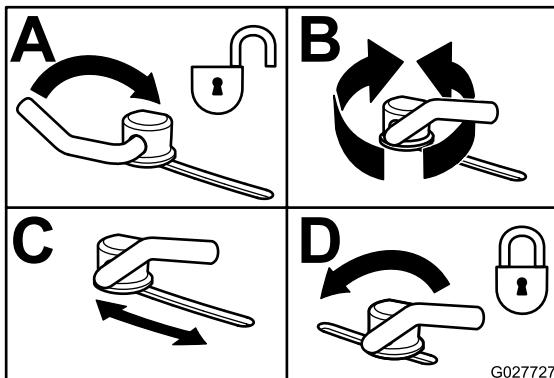

Bild 34
3. Wenn Sie die Haltenocken einstellen möchten, schieben Sie den Hebel nach oben und lösen Sie die Haltenocke (Bild 34).
5. Schieben Sie den Hebel zurück, um das Ablenkblech und die Haltenocken festzuziehen (Bild 34).